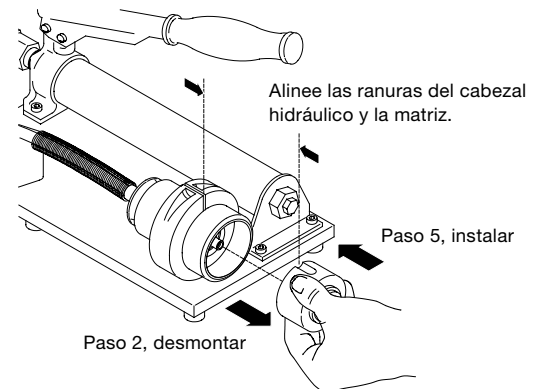

Fig. 2 Desmontaje / instalación de la matriz
2. Retire la **matriz que está instalada** del **cabezal hidráulico**. Ver Fig. 2.
5. Instale la **matriz** en el **cabezal hidráulico** alineando la muesca de la matriz con el **pasador** del cabezal. Ver Fig. 2.